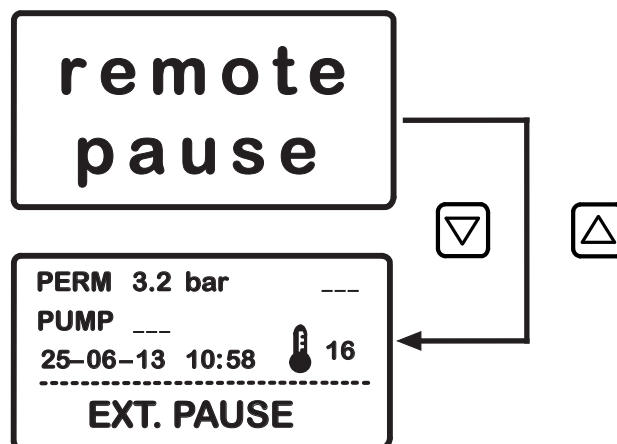

Afb. 9: Het display toont „EXT. PAUSE” en wordt extern geregeld.
Met de mengklep kan de permeaatconductiviteit worden verhoogd door het bijmengen van voedingswater. Of mengen vereist is, hangt af van het eindverbruik. De instelschroef (S) bevindt zich in het toestel, zie **afbeelding 9**. De instelling kan worden gewijzigd met een schroevendraaier. De gewenste conductiviteitswaarde (instelpunt) kan op het display worden afgelezen.